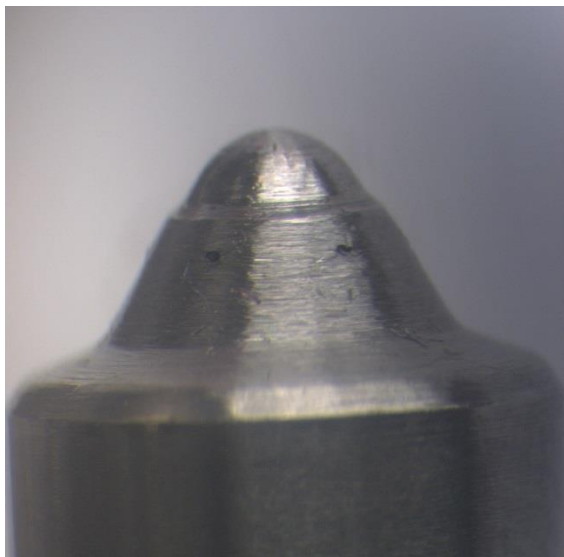

Rysunek 1
- 3) Pobrać odpowiednią końcówkę uchwytu przytrzymującego rozpylacz z zestawu **DX-75239** i zamontować do stanowiska **DX-75165**. Końcówka powinna opierać się na **fazce poniżej studzienki rozpylacza** (patrz Rysunek.1). Jeżeli oparcie nastąpi wyżej, gwałtownie wzrasta ryzyko utraty współosiowości pomiędzy końcówką a rozpylaczem, co w konsekwencji może prowadzić do uszkodzenia rozpylacza.